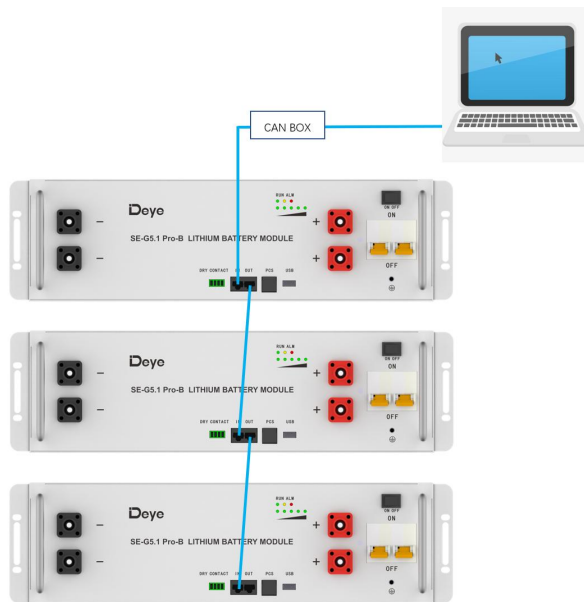

Abbildung 5-3: Kabelanschlüsse zwischen Batterie und Computer
- Zur Überwachung der Batterie durch den Computer verbinden Sie gemäß Abbildung 5-3 die Übertragungsleitung „USB convert CAN Box“ zwischen Batterie und Computer.